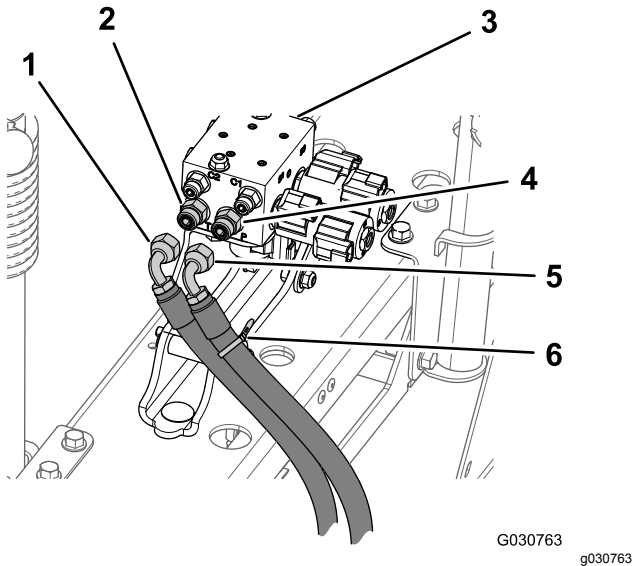

Figura 75
1. Nel foro P del collettore di sollevamento delle barre, contrassegnate il flessibile idraulico della pressione con una fascetta per cavi (Figura 75).
2. Scollegate i flessibili idraulico della pressione e di ritorno dal collettore di sollevamento delle barre (Figura 75).